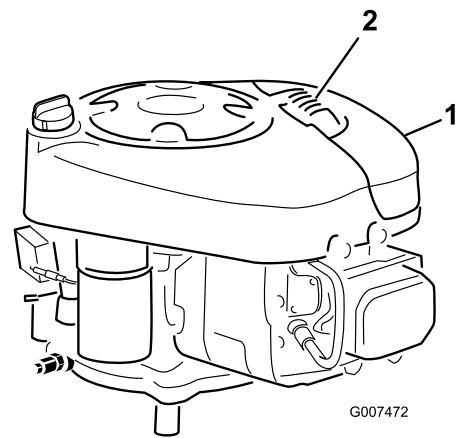

Figura 23
- Limpie alrededor del limpiador de aire de forma que la suciedad no penetre en el motor y cause daños (Figura 23).
- Tire hacia arriba del asa de la tapa del limpiador de aire y gírela hacia el motor (Figura 23).